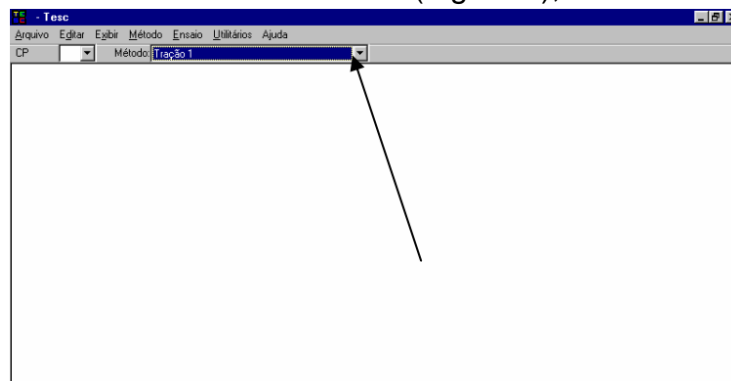

Figura 1 – Selecionando o método a ser utilizado
- VII. Selecionar o método a ser utilizado (Figura 1);